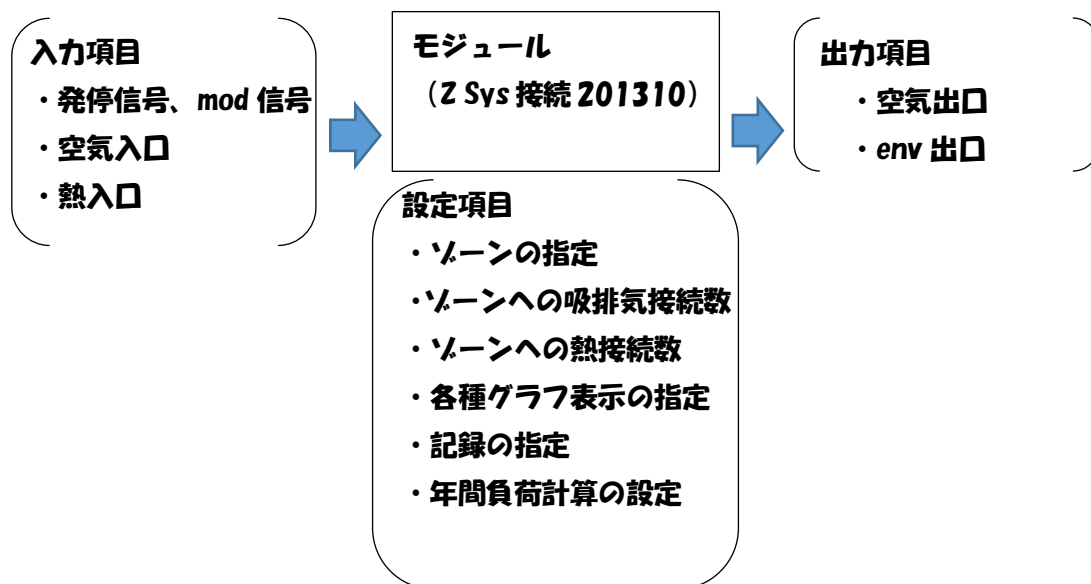

図1 モジュールの設定項目・入力項目・出力項目
(4) スペックの入力項目 (図1における設定項目)
(5) シーケンス接続 (図 1 における入力項目、出力項目)